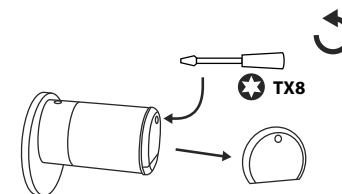

Fig. 2
- 1 Com a chave de fendas TX8 fornecida, desaperte o parafuso que se encontra no interior da porta, na parte dianteira do manípulo, e abra a tampa. O parafuso só pode ser desaparafusado até que a tampa seja aberta e não caia. (Fig. 2).